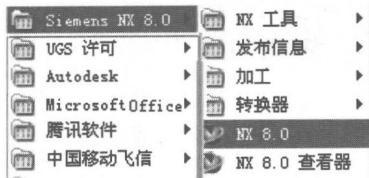
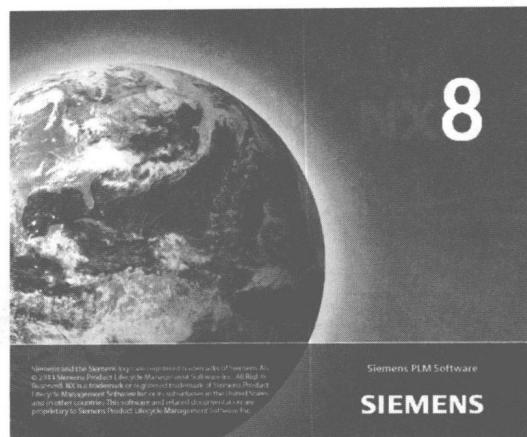
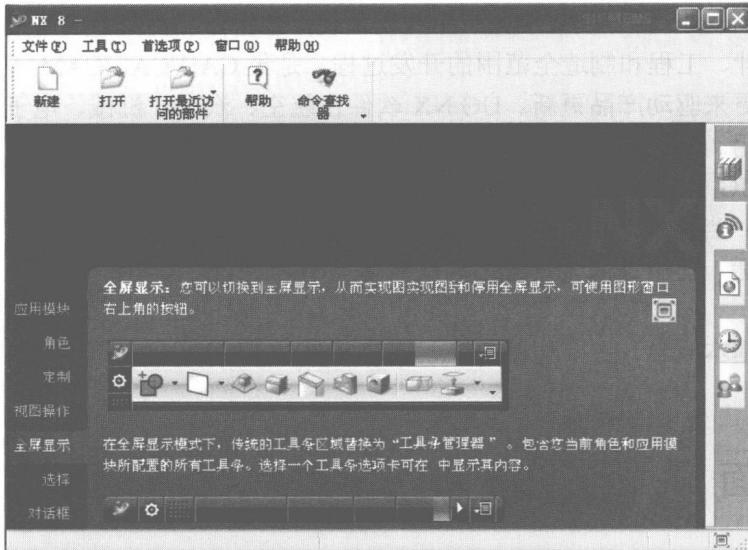

图 1-1 用开始菜单启动 UG NX 8.0 软件
图 1-2 UG NX 8.0 启动画面
图 1-3 UG NX 8.0 启动后的初始界面
(1) 单击“开始”按钮，选择菜单【程序】|【Siemens NX 8.0】|【NX 8.0】，可以启动 UG NX 8.0 软件，如图 1-1 所示。系统加载 UG NX 8.0 启动程序，屏幕上出现启动画面，如图 1-2 所示。软件启动后初始界面如图 1-3 所示。此时还不能进行实际操作，通过新建部件文件或打开已建立的文件，进入相应模块后才能操作。